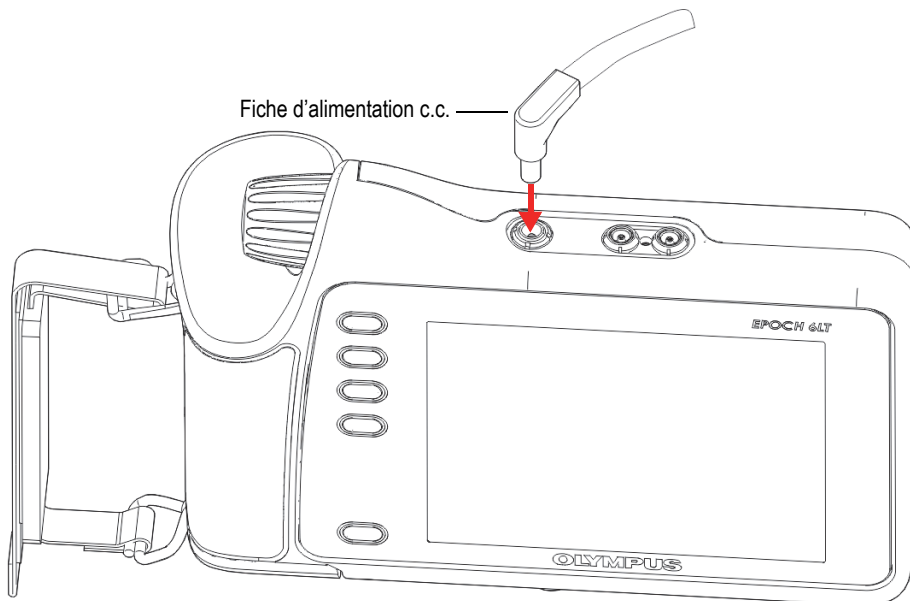

Figure 3-1 Connexion de la fiche d'alimentation c.c.
1. Insérez la fiche du câble d'alimentation c.c. dans le connecteur du chargeur-adaptateur c.a. de l'appareil (voir la Figure 3-1 à la page 42).